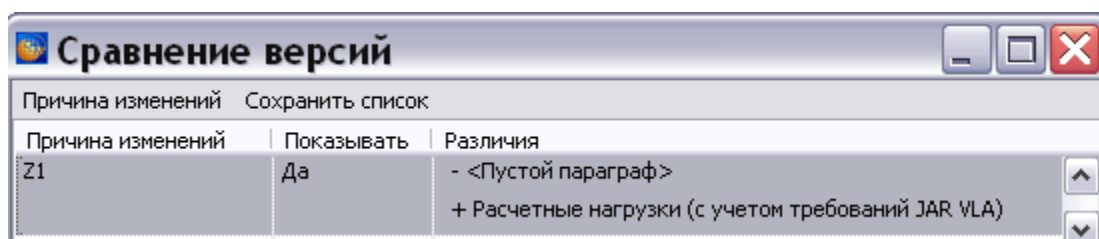

Рис. 20.25
9. Нажмите на кнопку **Применить**. После этого произойдет возврат в окно **Сравнение версий** (Рис. 20.25).